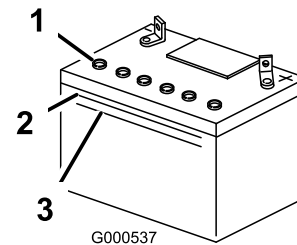

Figure 45
3. Observez le côté de la batterie. Le niveau d'électrolyte doit atteindre le trait **supérieur** (Figure 45). Le niveau d'électrolyte ne doit pas
descendre au-dessous du trait inférieur (Figure 45).
5. Enlevez les bouchons d'aération de la batterie (Figure 45).
6. Versez de l'eau distillée avec précaution dans chaque élément jusqu'au repère supérieur (Figure 45) sur le côté de la batterie.
7. Attendez 5 à 10 minutes après avoir rempli les éléments. Au besoin, ajoutez de l'eau distillée pour amener le niveau jusqu'au repère supérieur sur le côté de la batterie (Figure 45).